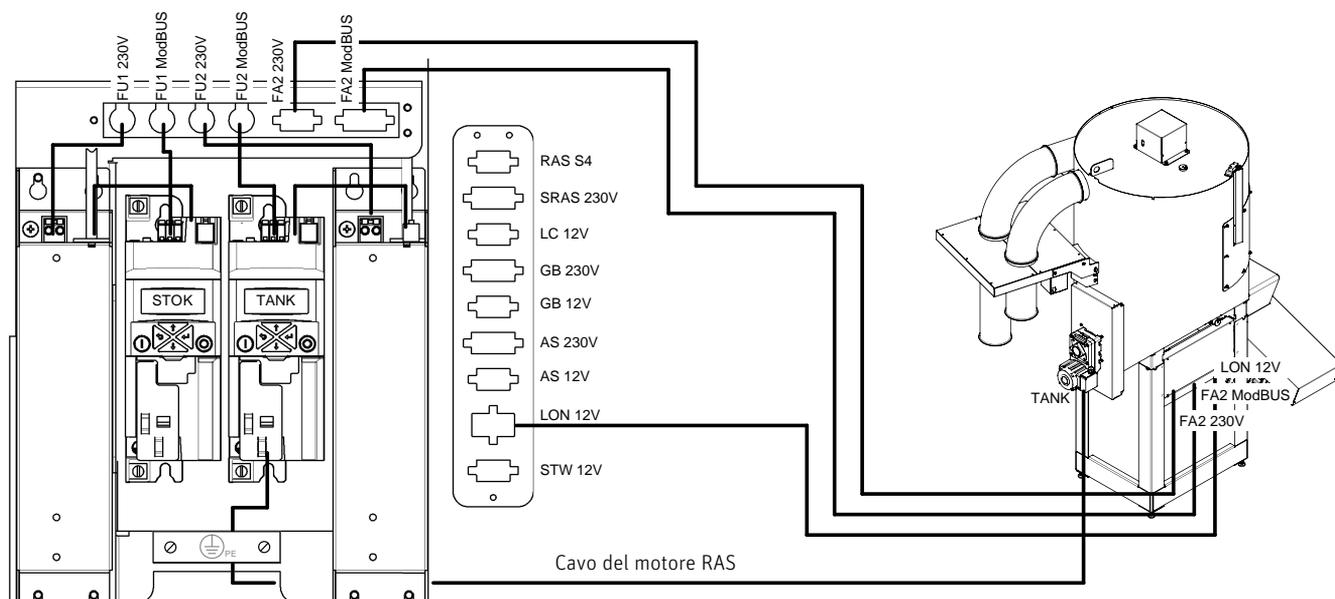

Fig. 162 Inserire i 3 cavi del quadro di comando 2 della stiva
- Inserire i 3 cavi del quadro di comando 2 della stiva nella consolle di collegamento – Fig. 162.